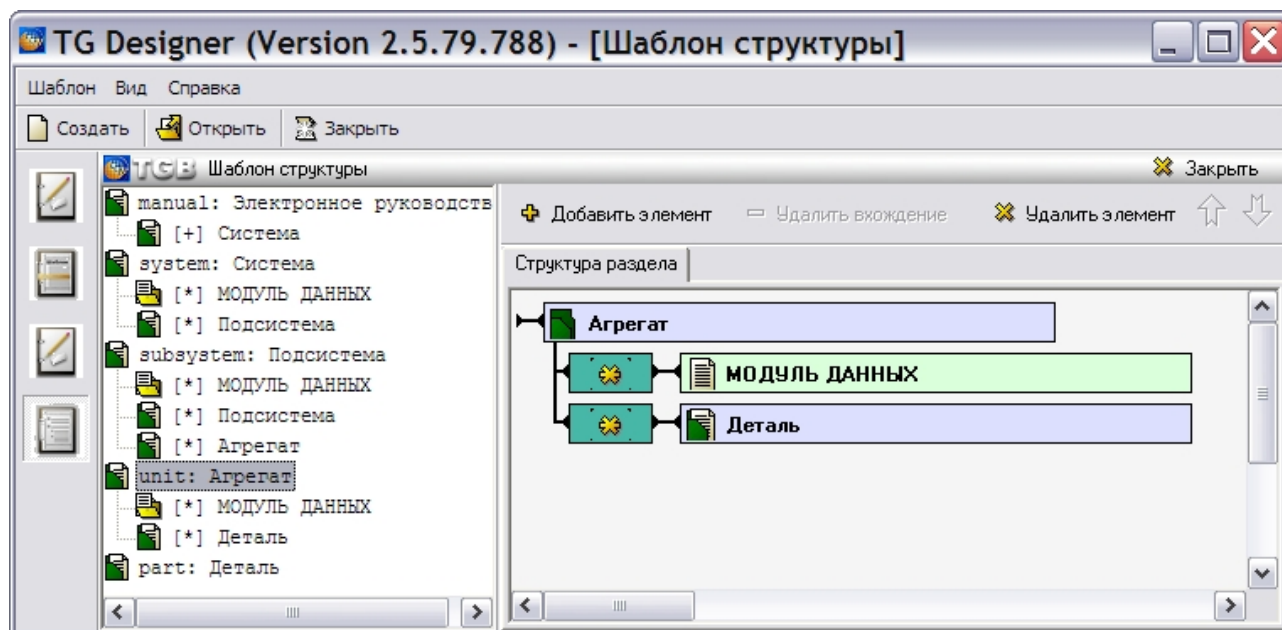

Рис. 4.24
10. Нажмите на кнопку **Применить**. После этого произойдет возврат в окно **Шаблон структуры** (Рис. 4.24).
Структура, показанная в левом окне, представляет собой следующее (Рис. 4.24):